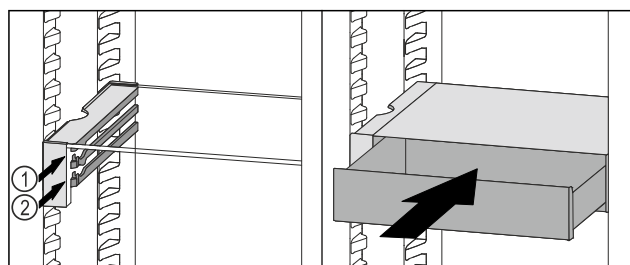

Fig. 54
- Установите выдвижной ящик VarioSafe за стопоры на требуемый выступ Fig. 54 (1) или Fig. 54 (2).